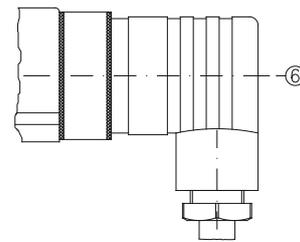

Fig. 10
- ↳ Enficher la boîte de raccordement ② dans le connecteur de l'appareil ① et serrer la vis centrale ⑥ (→ Fig. 10).